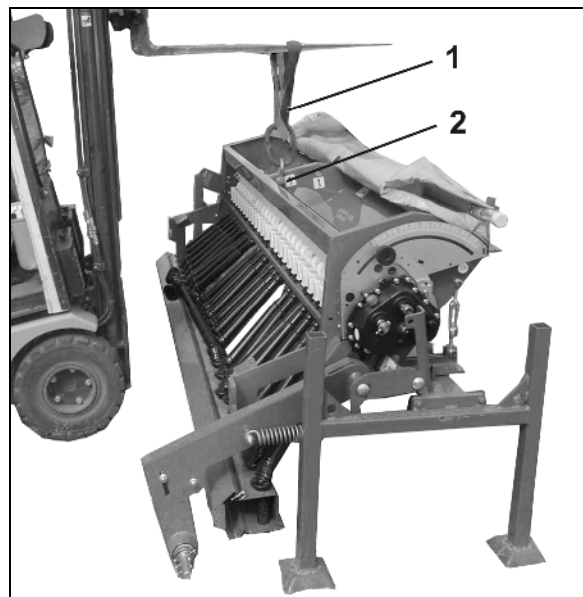

Fig. 23
2. Sikre maskinen med løfteutstyrets løftestropp (Fig. 23/1).
Bruk de merkede løftepunktene (Fig. 23/2) på maskinen!